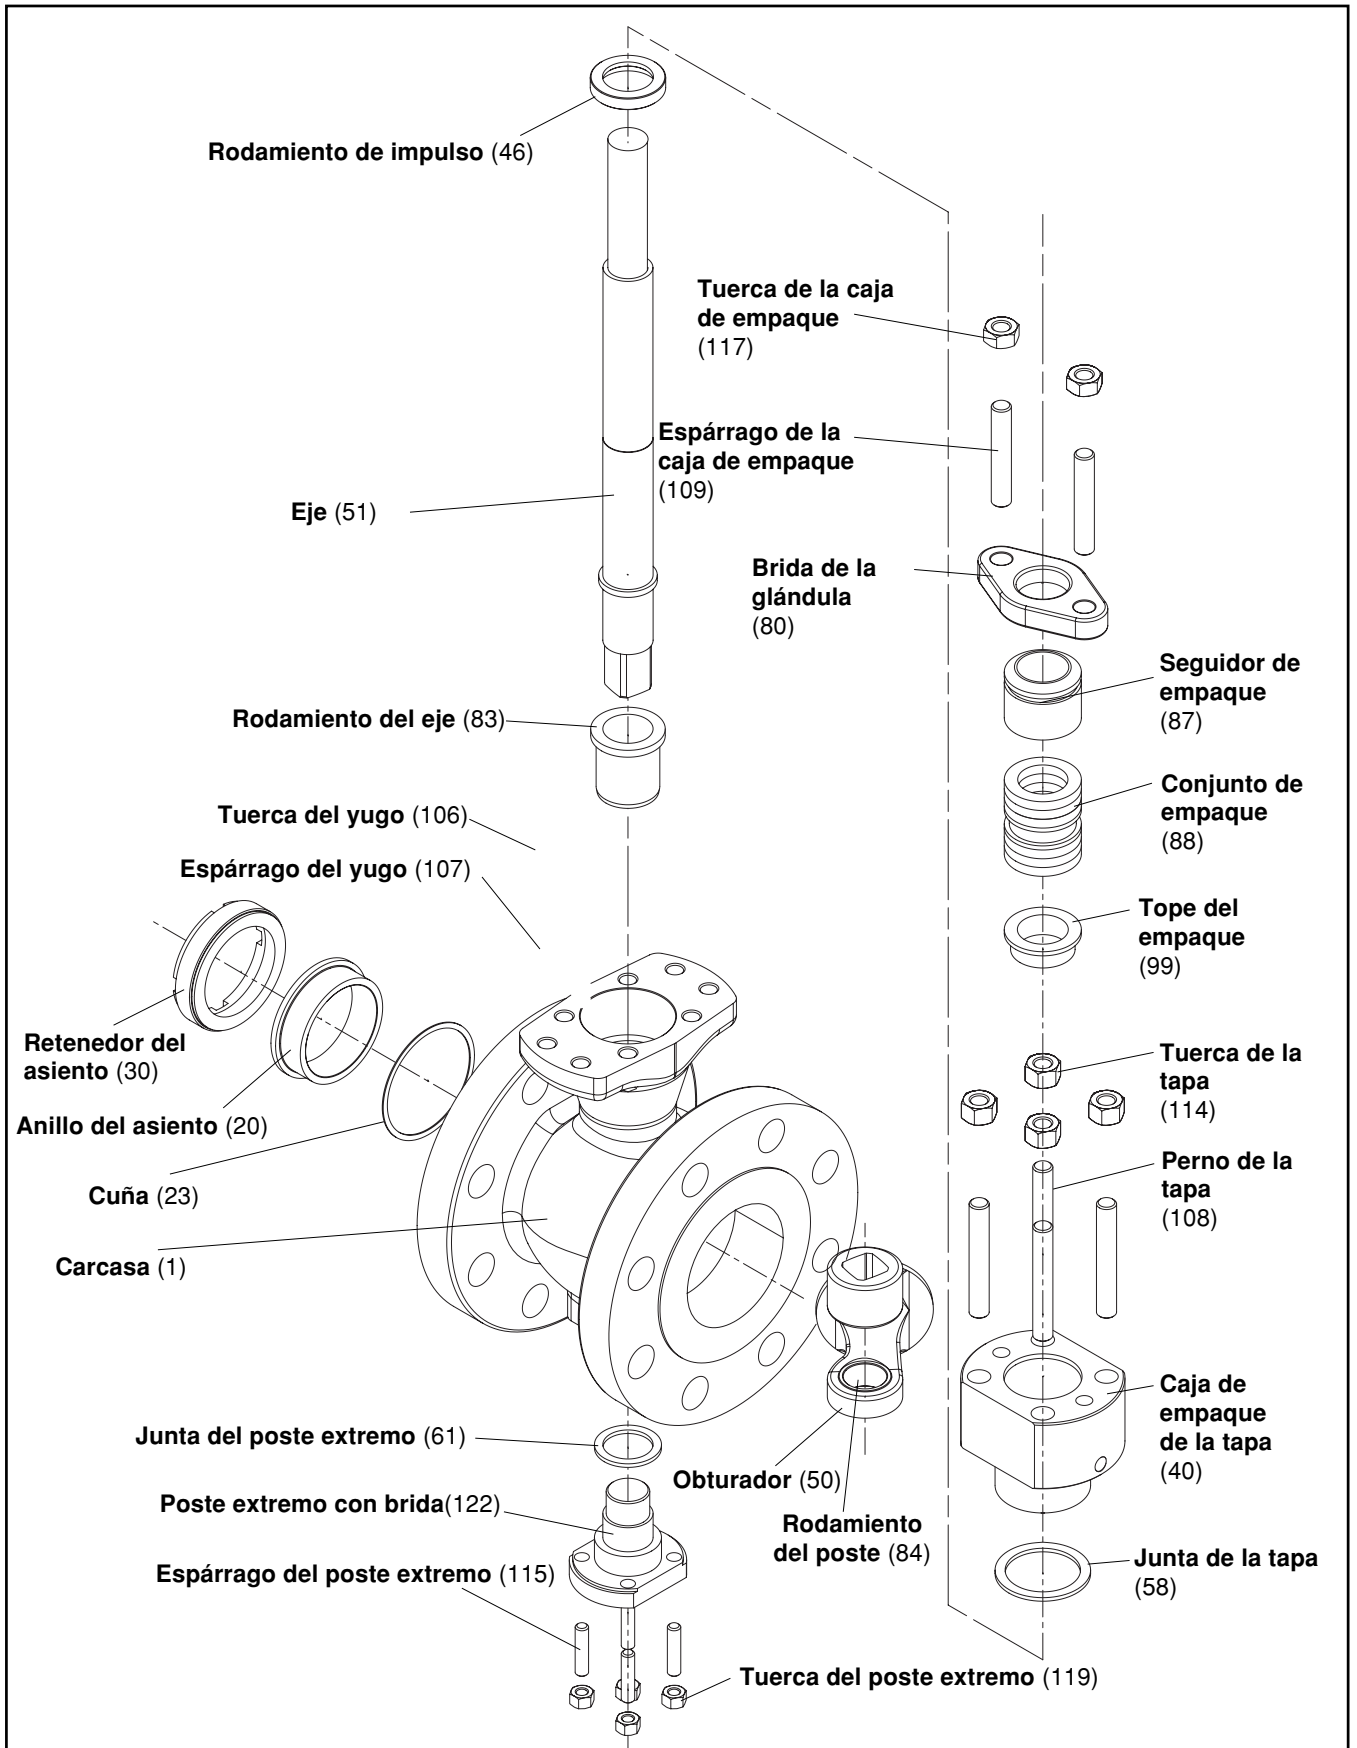

Figura 5: Vista de despiece del subconjunto de la carcasa de MaxFlo 3
8. Coloque el rodamiento del eje sobre el eje hasta que pare en la guía de impulso del eje. Véase la Figura 5.